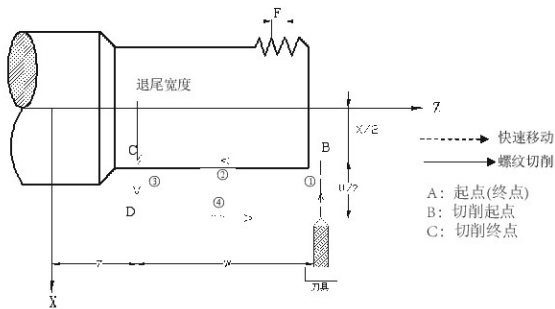
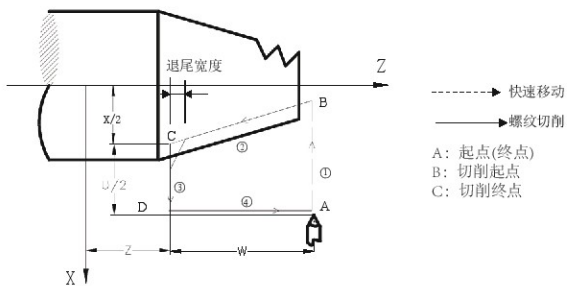

图 3-44
图 3-45
**代码功能**：从切削起点开始，进行径向（X 轴）进刀、轴向（Z 轴或 X、Z 轴同时）切削，实现等螺距的直螺纹、锥螺纹切削循环。执行 G92 代码，在螺纹加工末端有螺纹收尾过程：在距离螺纹切削终点固定长度（称为螺纹的收尾长度）处，在 Z 轴继续进行螺纹插补的同时，X 轴沿退刀方向指数或线性（由参数设置）加速退出，Z 轴到达切削终点后，X 轴再以快速移动速度退刀，如图 3-44 所示。
循环过程：直螺纹如图 3-44，锥度螺纹如图 3-45。